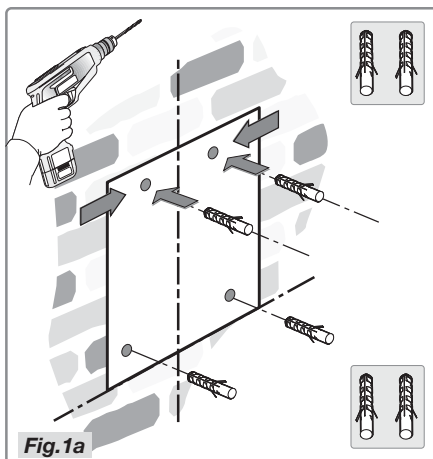

Fig.1a
- Placez le gabarit sur le mur en l'alignant sur la marque tracée précédemment. Dessinez la position des trous et percez-les (Fig.1a).